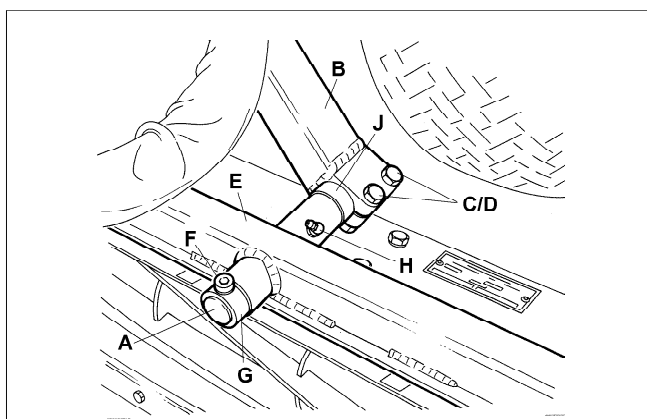

Fig.30
- (c) Cutting unit pivots front (H Fig.30).
- (c) Avant des pivots de l'unité de coupe (Fig. 30 "H").